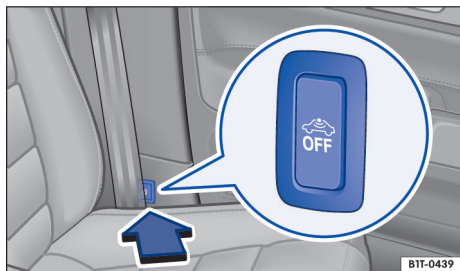

Fig. 50 Ao lado do banco do condutor: botão para desligar o monitoramento do interior do veículo e o alarme antirrebocagem.
- Pressionar o botão  → Fig. 50.